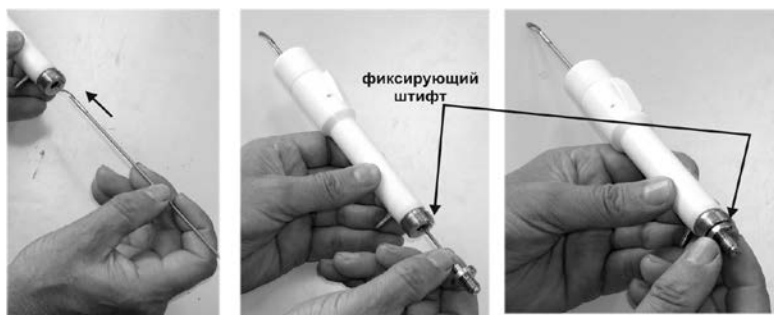

Рис.15. Установка световода в ручку манипулятора.
- вставить световод отражателем в отверстие ручки манипулятора, продвинуть его до упора и, сориентировав его резьбовую часть одеть её на штифт, расположенный в торцевой части ручки Рис.15;